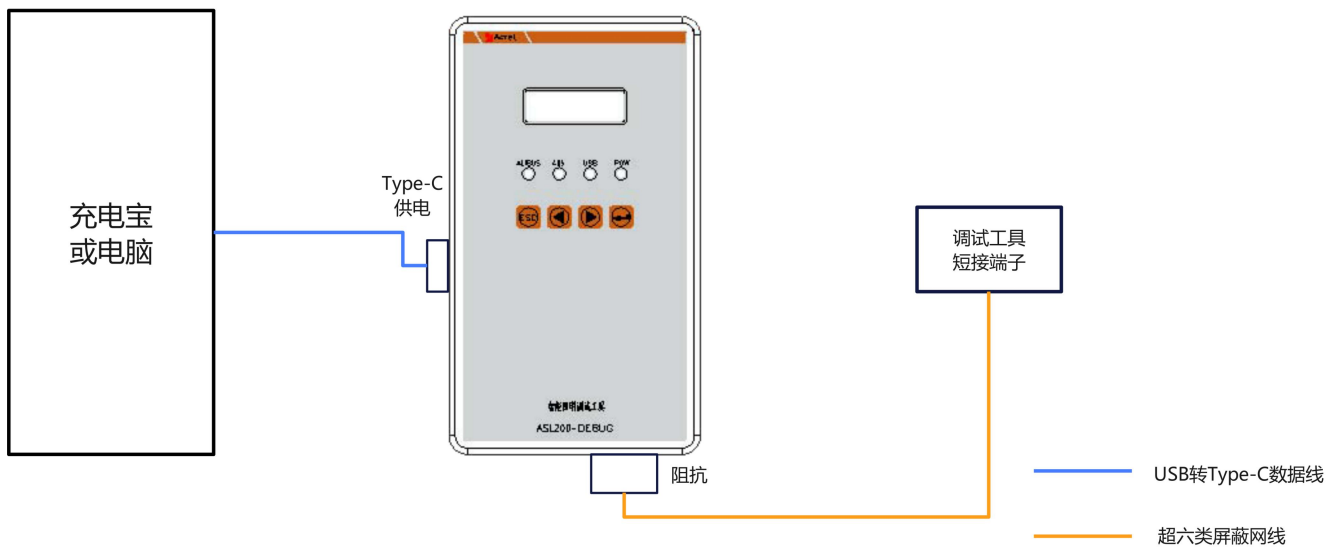

图18 阻抗测试时设备连接示意图
①将网线一端接入调试工具阻抗测试网口，一端接入调试工具短接端子如图18所示。